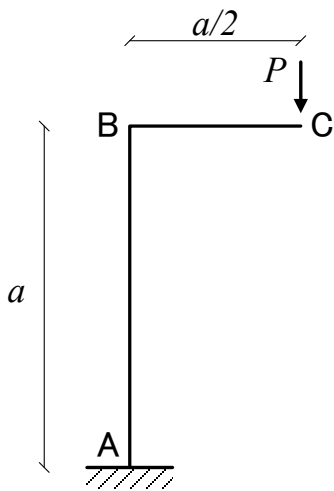
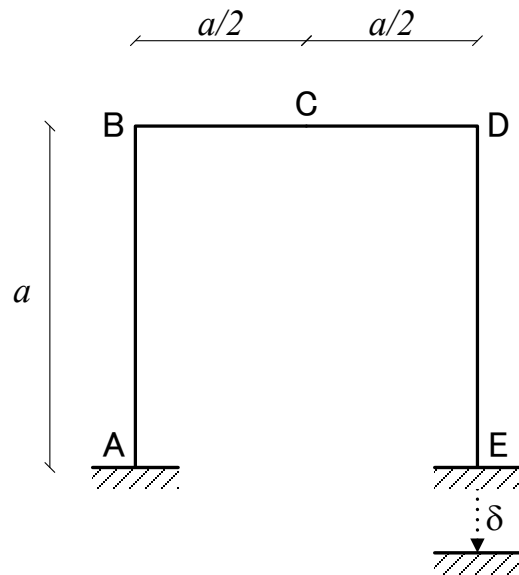

図1
図2
(1) 図1の架構において、荷重 P がC点に作用した。この時、
- ① 架構のモーメント図を示せ。
- ② C点の鉛直変位 δ_V および水平変位 δ_H を求めよ。
- ③ 変形の概略を示せ。
(2) 図2の架構において、一方の柱脚Eが鉛直方向に δ だけ沈下した。この時、
- ④ 部材中央のC点の鉛直変位を δ を用いて表せ。
- ⑤ 架構のモーメント図を示せ。
- ⑥ 変形の概略を示せ。